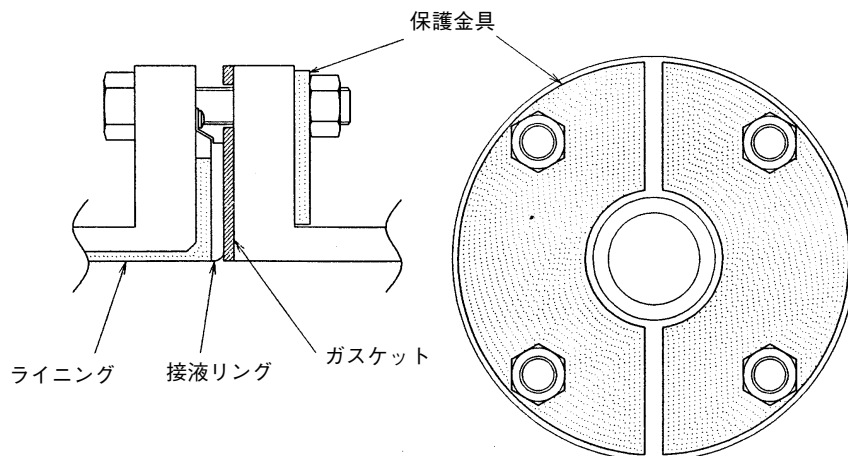

図2-26. 接液リングがSUS材質の場合(保護金具使用)
- 保護金具 : 規定のトルクで締め付けて設置すると、塩ビ配管の変形または破損のおそれがある場合に必要です。厚さは6 mm以上のステンレス材など、ナットの締め付けて変形しない金属材料を使用してください。金具の形状は、図2-26を参照してください。